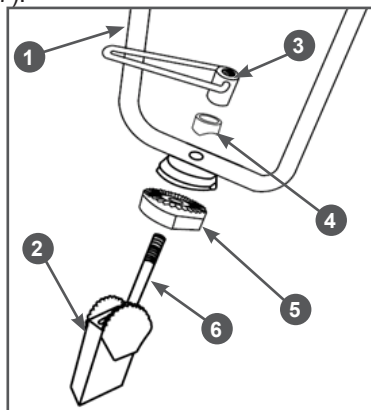

Рис. 7 Установка рабочих рукояток
- Установите рабочие рукоятки 1 на стойку 2 (Рис. 7). Установите на шпильку 6 двухстороннюю зубчатую пластину 5, рабочие рукоятки 1 и накладку 4 (Рис. 7). Закрутите ручку 3, не затягивая ее до конца. Отрегулируйте положение рабочих рукояток 1 по горизонтали и вертикали, после чего закрутите ручку 3 до упора (Рис. 7).